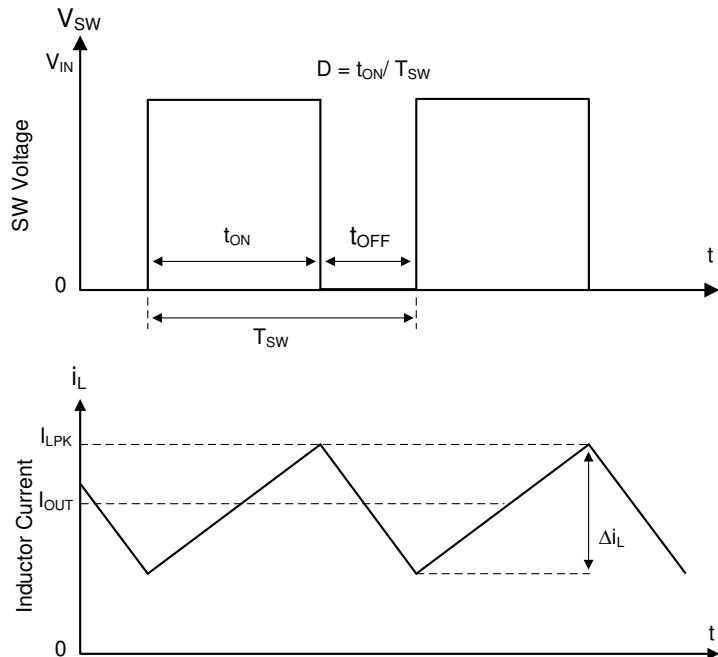

图 8-1. 连续导通模式 (CCM) 下的 SW 节点和电感器电流波形
有关 LMR514x0 的以下运行说明，请参阅 功能方框图 和 图 8-1 中的波形。LMR514x0 是一款同步降压转换器，具有集成式高侧 (HS) 和低侧 (LS) 开关（同步整流器）。LMR514x0 通过使用受控的占空比打开高侧和低侧 NMOS 开关，来提供稳定的输出电压。高侧开关导通期间，SW 引脚电压上升至约 V_{IN} ，电感器电流 i_L 以线性斜率 $(V_{IN} - V_{OUT})/L$ 增加。当高侧开关被控制逻辑断开时，低侧开关在经过反击穿死区时间后将会导通。电感电流通过低侧开关以斜率 V_{OUT}/L 放电。降压转换器的控制参数为占空比 $D = t_{ON}/T_{SW}$ ，其中 t_{ON} 是高侧开关导通时间， T_{SW} 是开关周期。转换器控制环路通过调整占空比 D 来维持恒定的输出电压。在可忽略损耗的理想降压转换器中， D 与输出电压成正比，与输入电压成反比： $D = V_{OUT}/V_{IN}$ 。